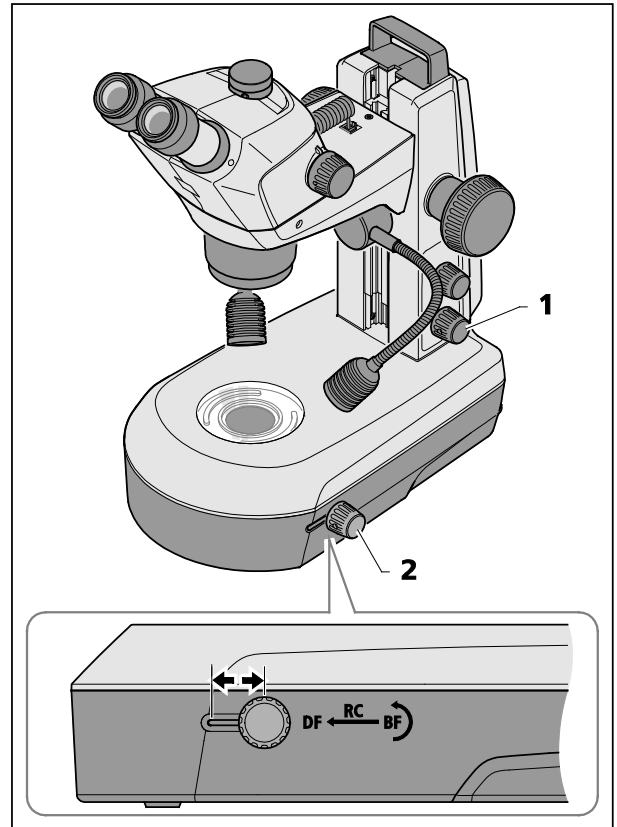

Fig. 26 Unidade de luz transmitida no estativo K LAB
- Ligar a luz transmitida, apertando o botão rotativo inferior (Fig. 26/1).
- Ajustar o campo claro (BF), empurrando o botão rotativo / correção (Fig. 26/2) na posição posterior.
- Mover para dentro o espelho claro ou difuso ou ajustar o ângulo de inclinação, girando o botão rotativo/correção (Fig. 26/2).
- Passa-se à iluminação de campo escuro (DF), deslizando o botão rotativo / correção (Fig. 26/2) na posição dianteira.
Deslocando o botão rotativo / correção (Fig. 26/2) a uma posição central e basculando o espelho, são produzidos efeitos de iluminação oblíqua (RC), muito bem apropriados para a visualização de estruturas de objetos não tingidos.